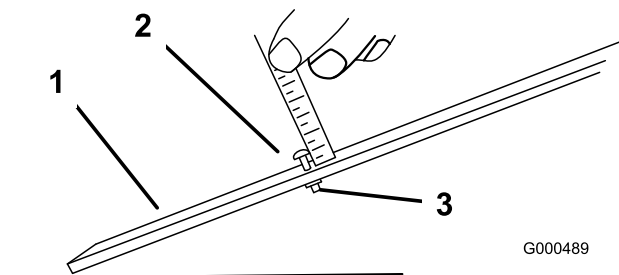

图10
2. 松开调刀尺上的螺母并将调节螺丝设定为所需的剪草高度图10。